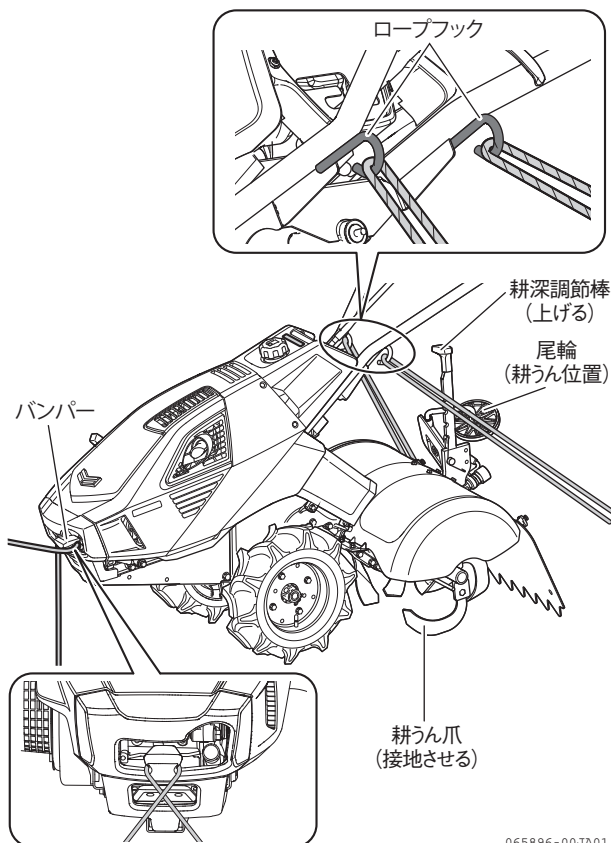

図 6-1 ロープ固定
3. ミニ耕うん機をタイヤと耕うん爪で支えるようにして、バンパーとロープフックにロープをかけて固定します。(図 6-1)